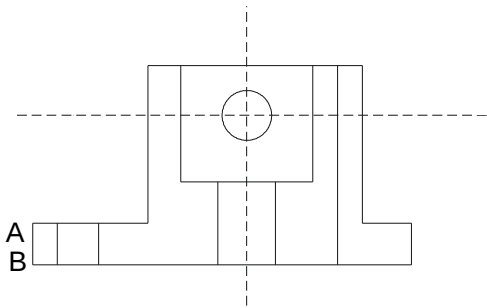

图 4-6-5
STEP 03 使用 LINE 命令绘制其余边线，如图 4-6-5 所示。其具体操作如下：
基点 : 点取 A 点，如图 4-6-5 所示
基点 : 点取 B 点，如图 4-6-5 所示